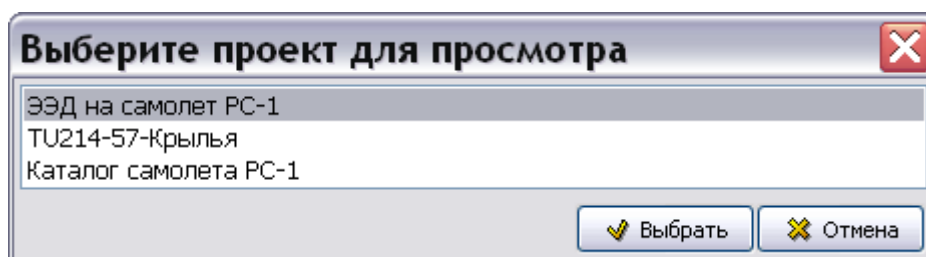

Рис. 8
2. В полях **Имя пользователя:** и **Пароль:** укажите свои реквизиты и нажмите на кнопку **Вход**. После этого откроется окно **Выберите проект для просмотра** (Рис. 8).